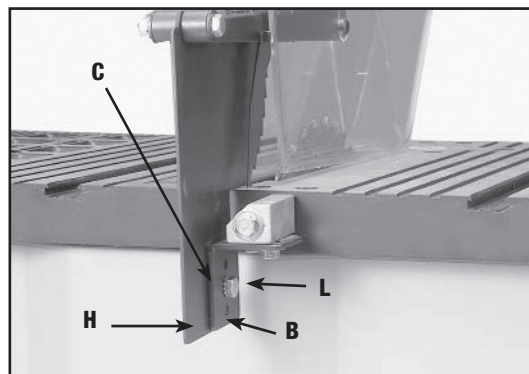
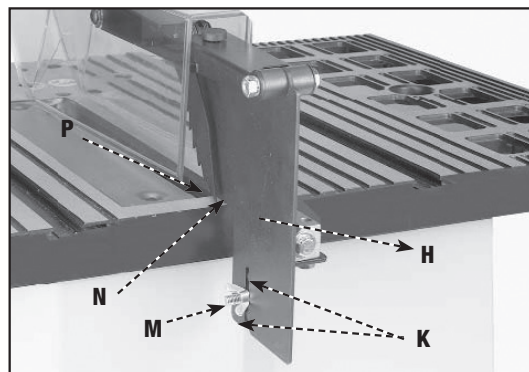

Fig. 14
Fig. 15
- Encaixe o separador (H) Fig. 14 no suporte (B). Coloque uma arruela de pressão de dente externo 1/4" e uma arruela lisa M6.4 num parafuso de cabeça sextavada M6x1x20mm (L).
- Insira o parafuso (L) Fig. 14 no suporte do separador (C) e no separador (H). Insira uma arruela lisa M6.4 e uma arruela de pressão de dente externo 1/4" no parafuso (L). Enrosque uma porca borboleta M6x1 (M) Fig. 15 no parafuso (L) Fig. 15.
OBSERVAÇÃO: Antes de apertar a porca borboleta (M) Fig. 15, deixe um espaço de pelo menos 1/8" entre a extremidade inferior do separador (N) e a superfície superior da bancada (P) e certifique-se de que os pinos estejam dentro da fenda do separador (H).